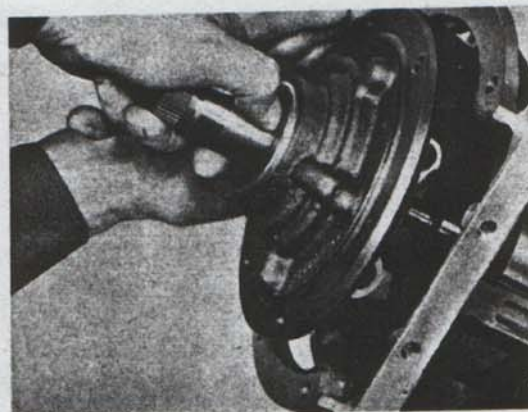

Bild 46. Demontering av främre pump.
22. Lossa de sex skruvorna som håller främre pumpen vid huset. Dra ut pumpen och ta bort packningen. Skjut axeln inåt när pumpen dras ut, bild 46.